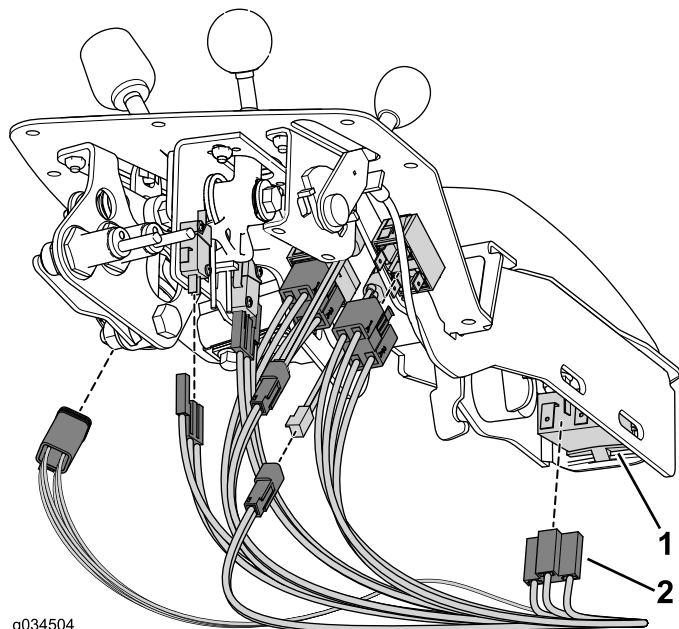

図 31
5. それぞれのコネクタにワイヤハーネスを接続する 図 31。